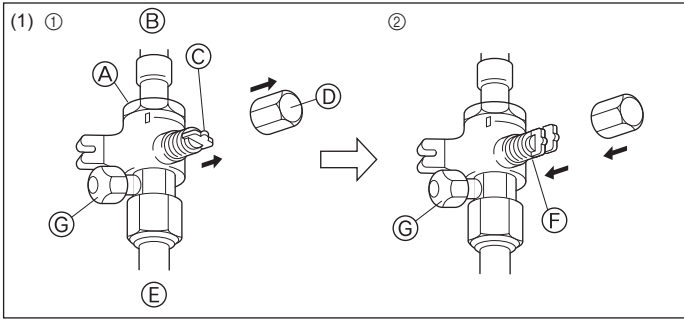
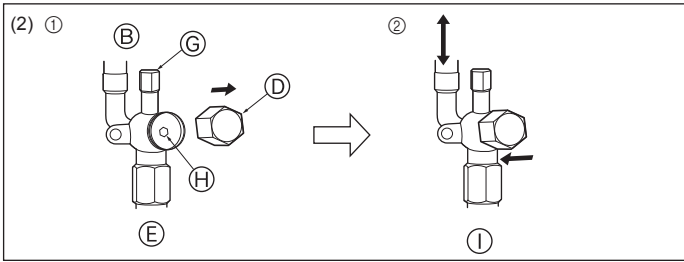

Fig. 4-9
Fig. 4-10
(1) Gaz tarafı (Fig. 4-9)
- ① Kapağı çıkarın, kolu kendinize doğru çekip saat yönünün tersine 1/4 devir çevirerek açın.
- ② Stop valfinin tamamen açık olduğundan emin olun, kolu içeri itin ve başlığı çevirerek tekrar ilk konumuna getirin.
(2) Sıvı tarafı (Fig. 4-10)
- ① Başlığı çıkarın ve 4 mm'lik bir altıgen somun anahtarıyla vana çubuğunu gidebileceği yere kadar saat yönünün tersine döndürün. Tampona dayanınca döndürmeye son verin.
- (A) Vana (Valve)
- (B) Ünite tarafı (Unit side)
- (C) Kol (Handle)
- (D) Kapak (Cap)
- (E) İç boru tarafı (Inner pipe side)
- (F) Açık konum tarafı (Open position side)
- (G) Servis ağız (Service port)